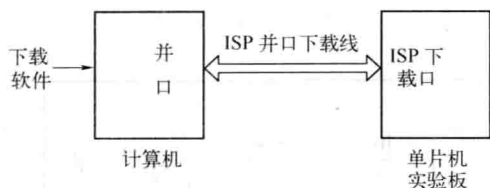
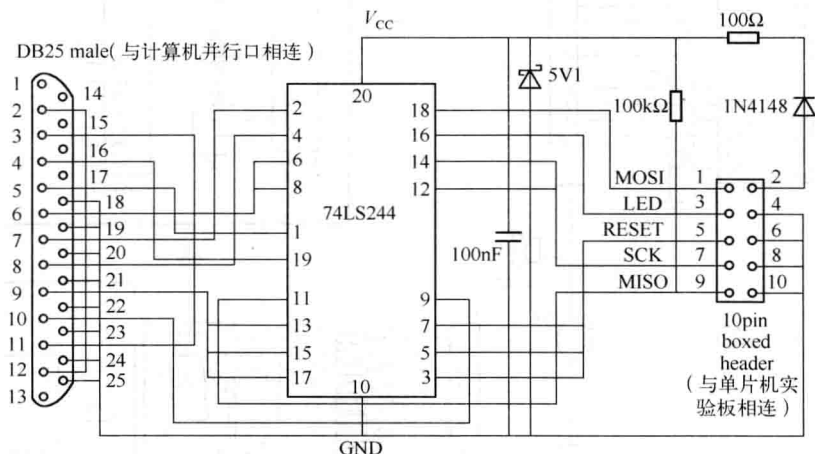
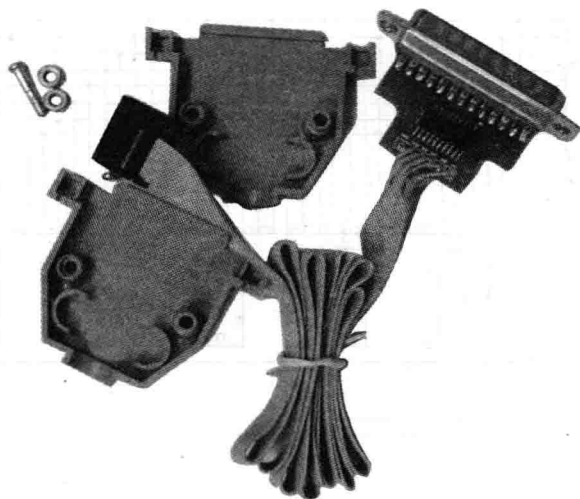
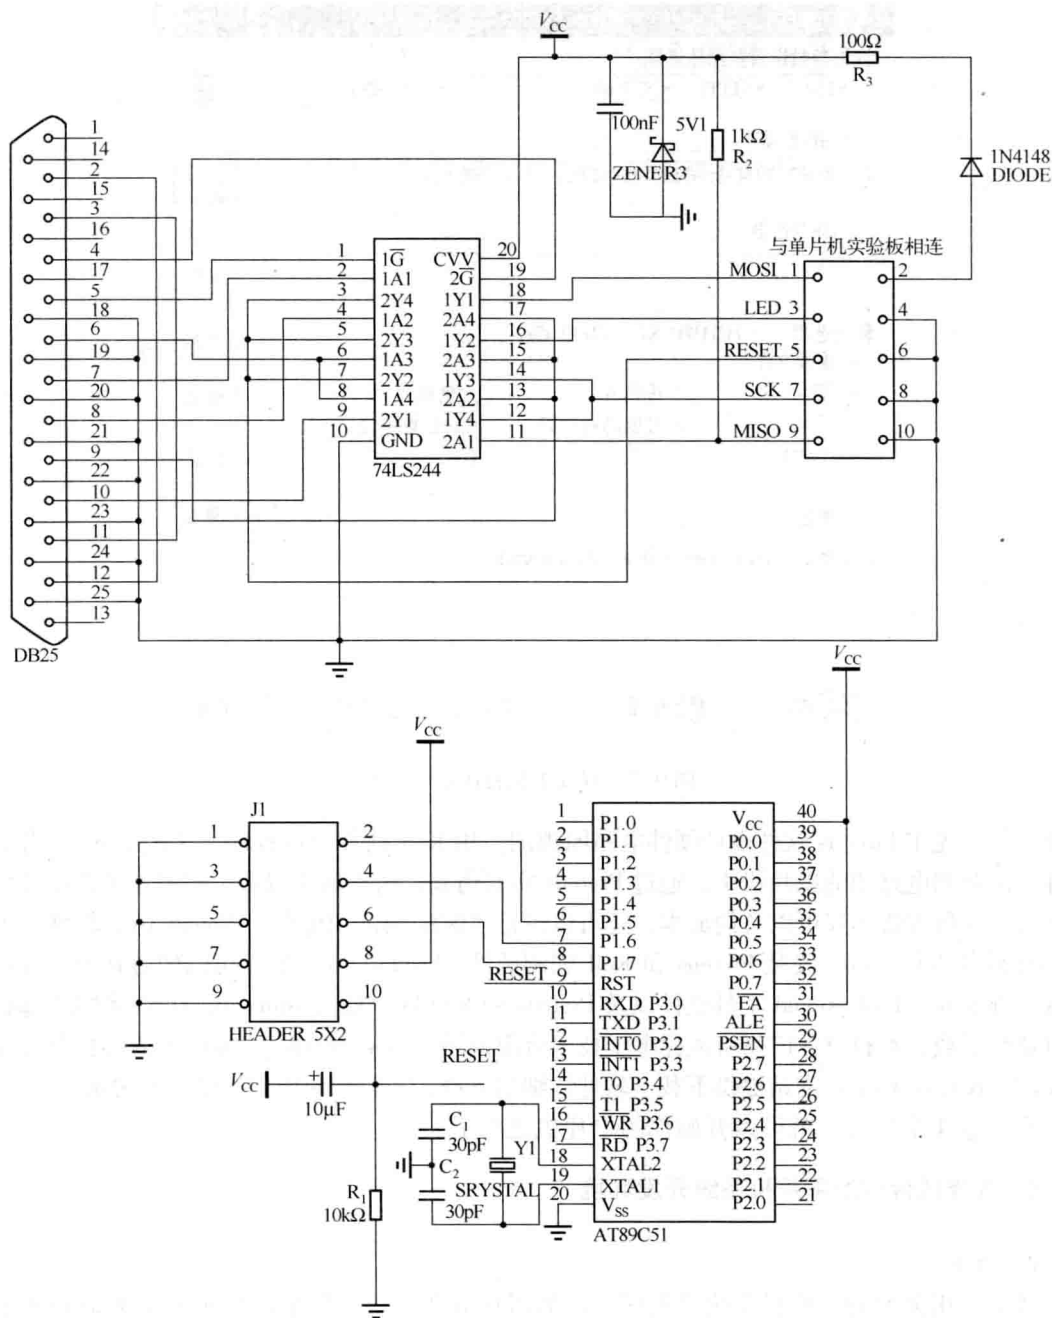

图 0-3 并行口 ISP 下载连接图
图 0-4 ISP 并行口下载线电路图
图 0-5 ISP 并行口下载线实物图
图 0-6 具有 ISP 下载口的 AT89S51 单片机最小系统电路图
(1) 下载线制作。ISP 下载包括并口下载和串口下载两种方式, 这里介绍 ISP 并口下载方式, 如图 0-3 所示。其中 ISP 并口下载线可以从市场上购买成品, 也可以自行制作, 电路如图 0-4 所示, ISP 下载线实物如图 0-5 所示, 具有 ISP 下载口的 AT89S51 单片机最小系统电路如图 0-6 所示。
(2) AT89S51 单片机下载程序及使用方法。用于 ISP 程序下载的上位机程序有很多种,